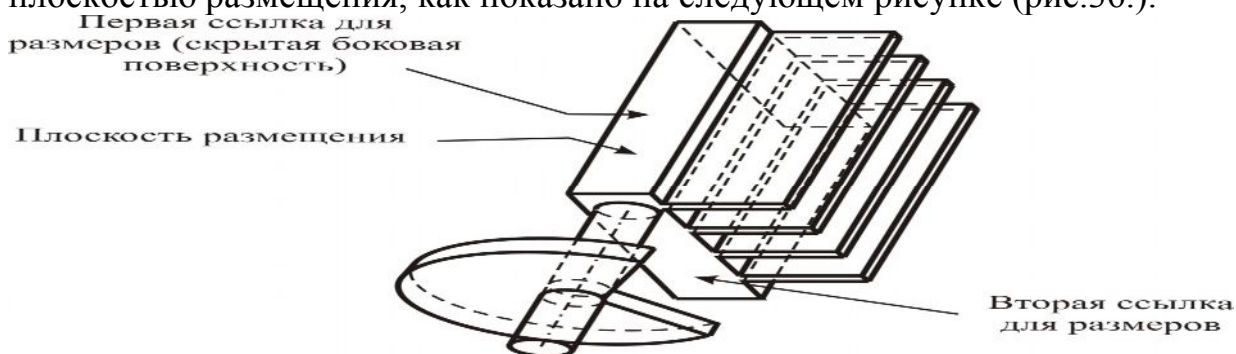

Рис.36. Создание линейно размещенного отверстия
7. Зона PRIMARY REFERENCE определяет местоположение отверстия. Щелкните по верхней поверхности базового элемента, которая является плоскостью размещения, как показано на следующем рисунке (рис.36.).